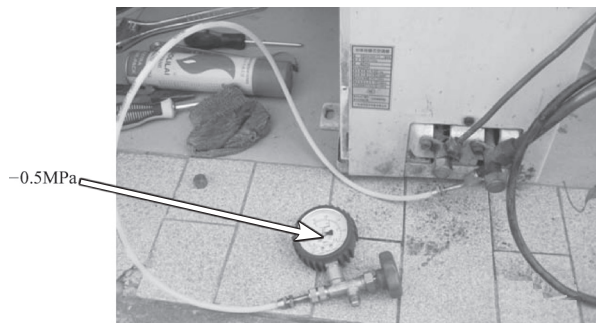

图 5-69 压力表检测系统压力
2) 接上压力表, 测系统压力为负压, 如图 5-69 所示, 说明系统无制冷剂。